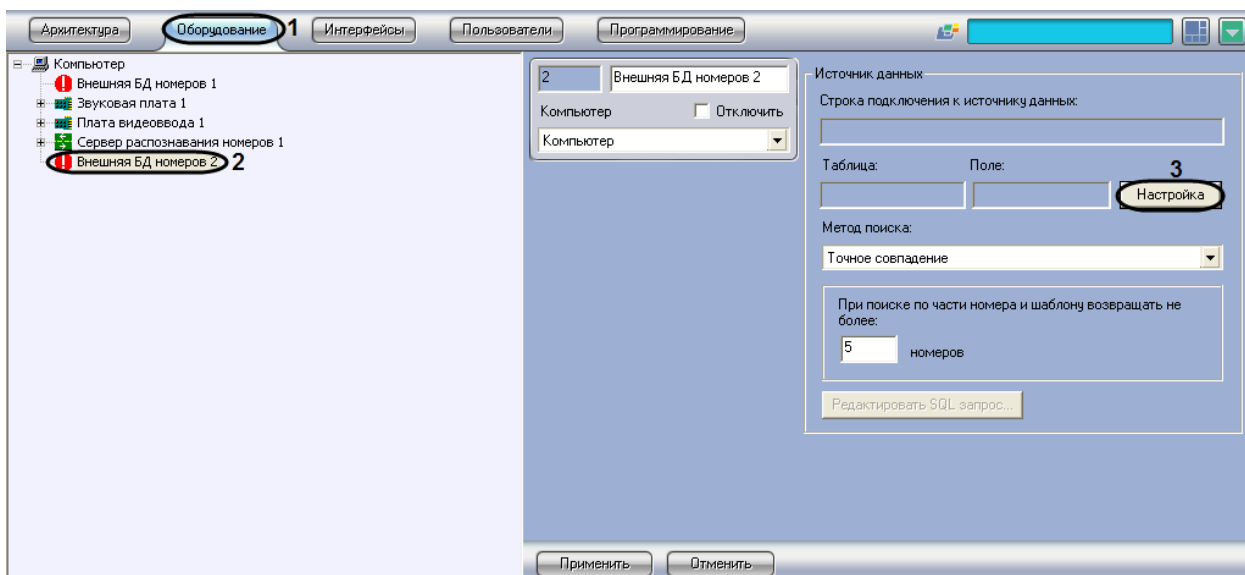

Рис. 7.5-1. Подключение к внешней базе данных
1. Перейти на вкладку «Оборудование» диалогового окна «Настройка системы» (Рис. 7.5-1, 1).
2. Выбрать в дереве объект «Внешняя БД номеров» (Рис. 7.5-1, 2).
3. Нажать кнопку «Настройка» (см. Рис. 7.5-1, 3).